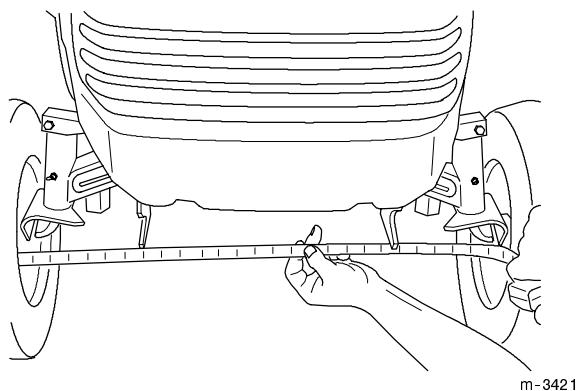

Abbildung 41
Die Beibehaltung der richtigen Vorspur am Vorderrad ist wichtig für die Sicherheit, die Funktion der Smart Turn™-Lenkung und die einfache Bedienung. Wenn es zu ungleichmäßigem Reifenverschleiß, Reibung auf dem Rasen oder schwergängiger Lenkung kommt, kann eine Einstellung erforderlich sein. Die Vorspur alle 100 Betriebsstunden bzw. einmal pro Jahr kontrollieren, je nachdem, welcher Fall zuerst eintritt (Abb. 41).
4. Den Abstand zwischen beiden Vorderreifen in Radzapfenhöhe messen (vorne und hinten an den Rädern) (Abb. 41).